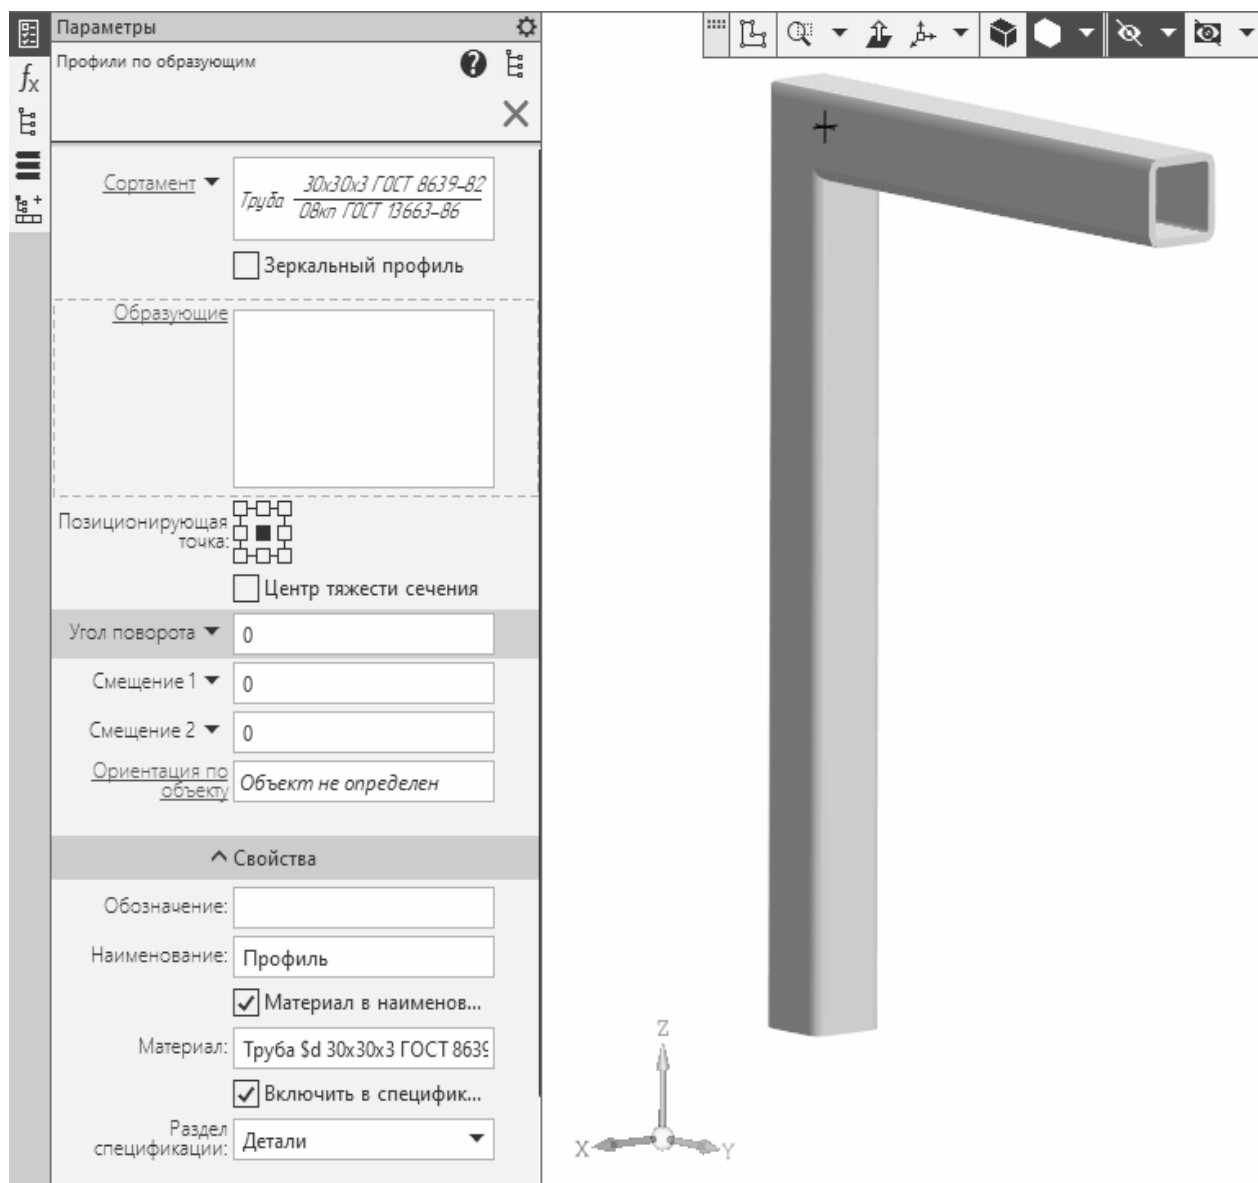

Рис. 11.4. Построение профиля по образующим
4. На вкладке **Металлоконструкции** выберите команду «**Профили по образующим**». В окне **Параметры** задайте сортament **Труба квадратная 30x30x3** (рис. 11.4). Нажмите кнопку для завершения операции.